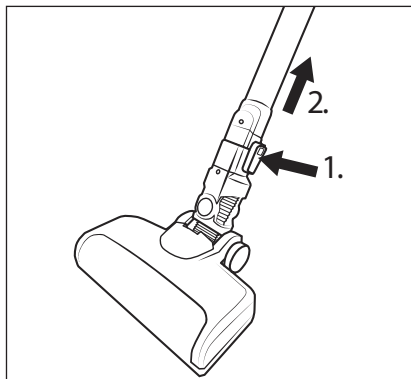

Fig. 12
- ◆ Pour retirer la brosse de sol  du tube d'aspiration , maintenez la touche de déverrouillage de la brosse de sol  enfoncée et retirez le tube d'aspiration  de la brosse de sol  (voir fig. 12).